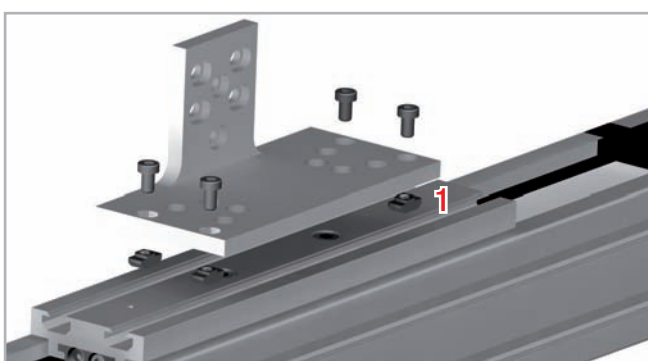

Fig. 103
1. Insérez les vis à utiliser pour relier à l'unité 1 dans les trous préparés (voir fig. 103).